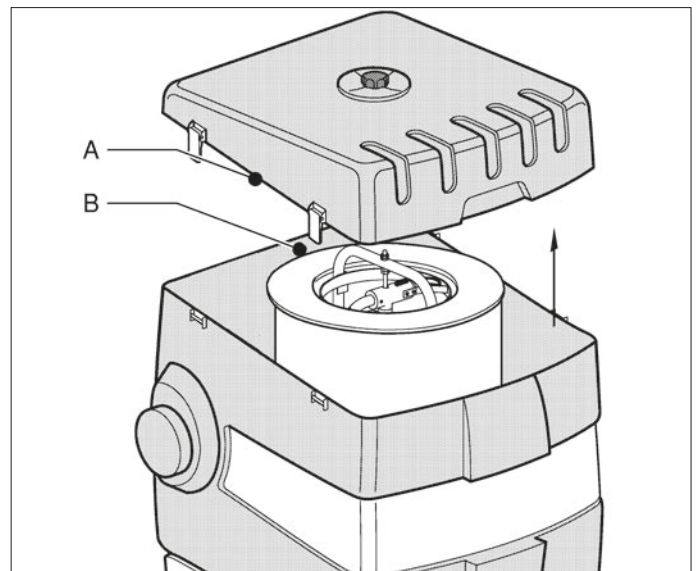

Fig. 6.1
- Nehmen Sie die Filterhaube (Fig. 6.1 A) ab, indem Sie den Sternknopf lösen und die vier Bügelverschlüsse abnehmen.
- Nehmen Sie den Filter (Fig. 6.1 B) heraus. Es wird empfohlen, das Filterkompartiment mit einem Industrie-Staubsauger zu reinigen.